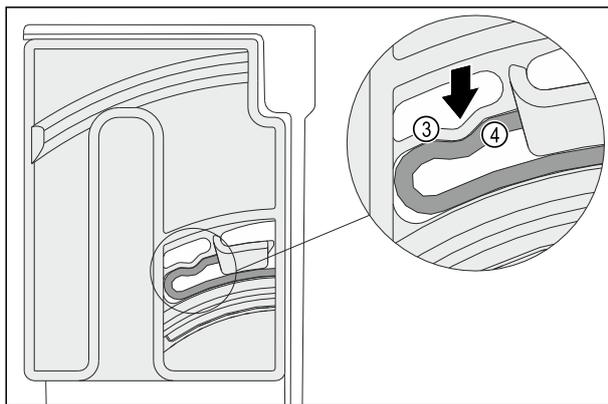

Fig. 101
- ▷ Elastisches Element Fig. 101 (3) der Dreheinheit rastet hörbar in der Rundform der Rippe Fig. 101 (4) ein.